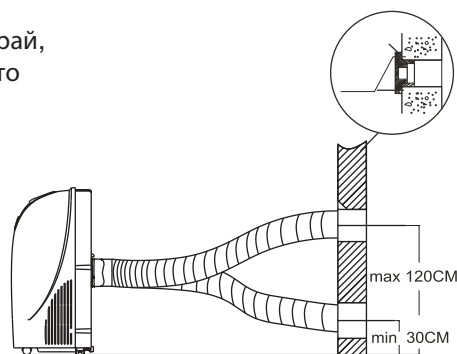

Рис. 9
2. Вставьте адаптор А в стену и закрепите его с помощью четырех винтов и заглушек (рис. 9).